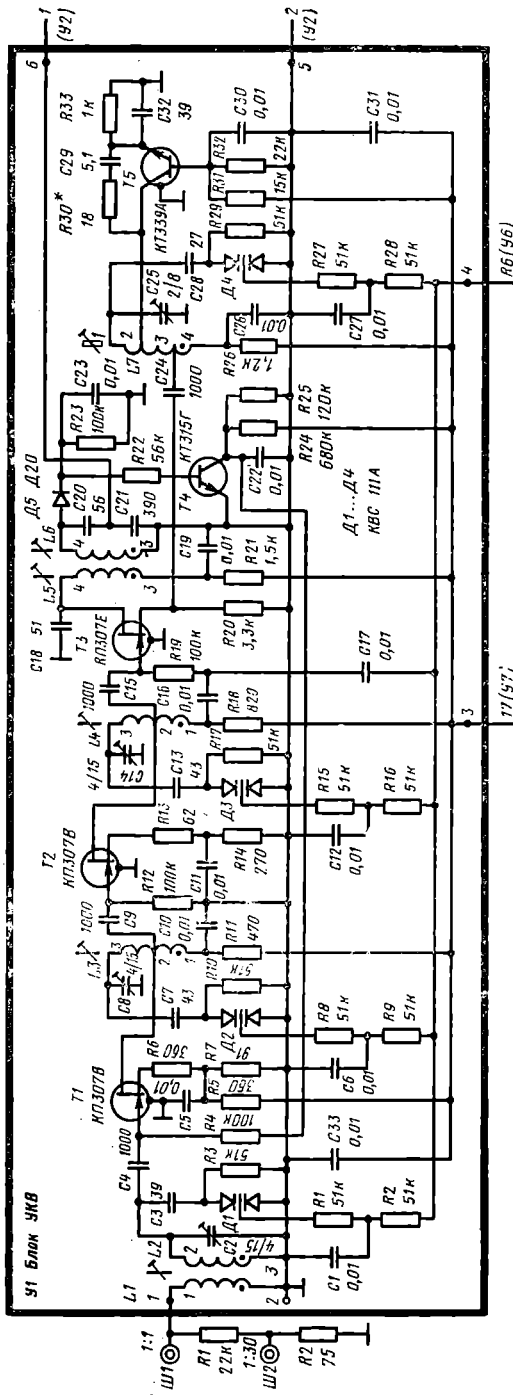

Рис. 1.81. Принципиальная схема блока УКВ (У1) тюнера «Ласпин-001-стерео»
Блок УКВ (1). В схеме блока УКВ (рис. 1.81) применены пять транзисторов три варикапные матрицы и один диод. Входная цепь блока УКВ представляет собой перестраиваемый по частоте с помощью варикапной матрицы Д1 типа КВС-111А контур L2C2C3. Связь входного контура с наружной антенной индуктивная (через катушку L1), а с транзистором Т1 первого каскада усилителя ВЧ — емкостная.